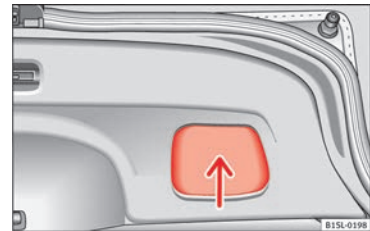

Fig. 6 Portón trasero abierto: cavidad para tirar.
- Agarre la cavidad del revestimiento interior del portón trasero **» fig. 6** (flecha).